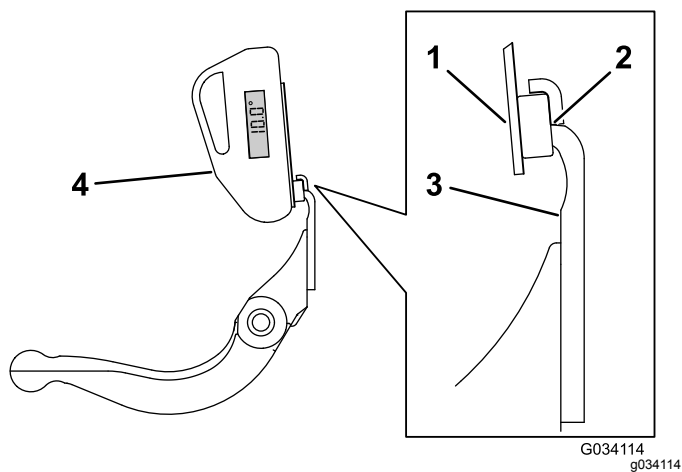

图25
3. 将角度指示器底座放在底刀边缘上以使磁体边缘与底刀边缘紧密配合 图25。
4. 如 图25 所示将角度指示器放置到底座上。